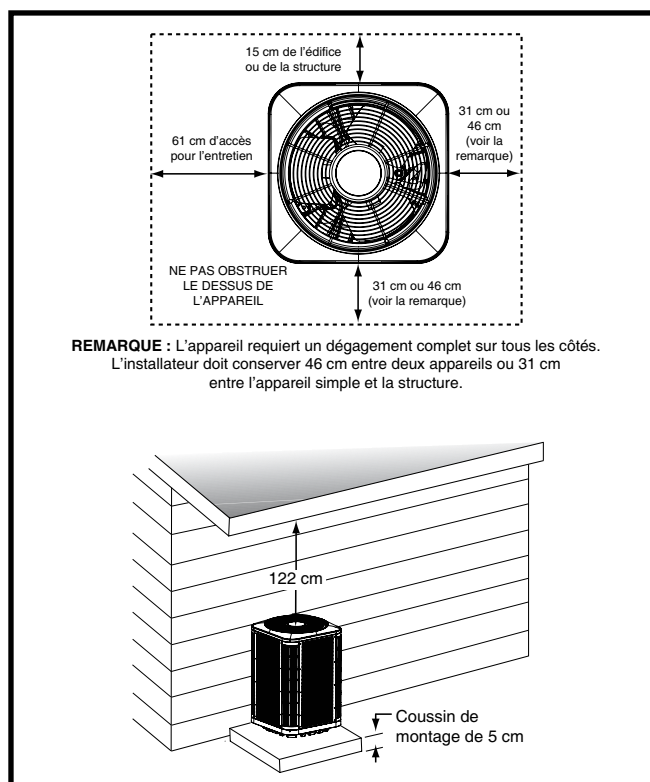

Figure 1. Dégagements requis
- Les obstacles aériens (Figure 1), les zones mal aérées et les zones propices à l'accumulation de débris sont à proscrire.
- Un dégagement suffisant pour permettre à l'air de circuler sans obstruction à travers le serpentin extérieur doit être maintenu pour obtenir le rendement nominal. Voyez la Figure 1 pour les exigences relatives au dégagement minimal.
- Les dégagements doivent respecter ceux qui sont illustrés à la Figure 1.
- Une dalle de montage adéquate doit être installée et séparée de la fondation de l'édifice. La dalle doit être de niveau et assez résistante pour supporter le poids de l'appareil. La dalle doit être à au moins 5 cm au-dessus du sol et offrir un drainage adéquat. Voyez la Figure 1.